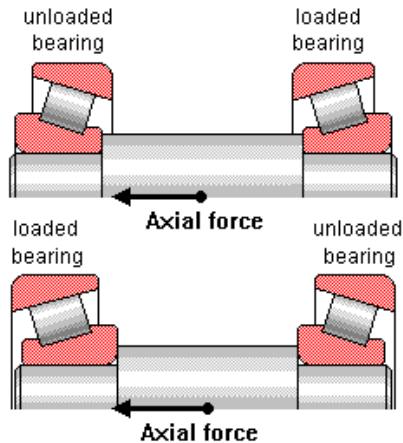

Рисунок 9 – Навантажений (loaded) і ненавантажений (unloaded) радіально-упорні підшипники
В АРМ Winbear радіально-упорні підшипники розглядаються встановленими в парі. Підшипник, навантаження якого збільшується під дією зовнішньої осьової сили, називається навантаженим. Підшипник, навантаження якого зменшується під дією зовнішньої осьової сили, називається ненавантаженим (рис. 9).
Радіальна сила на навантаженому опорі	Радіальна сила, що діє на навантажений підшипник (визначення навантаженого і ненавантаженого підшипників, рис. 9). Цей параметр використовується тільки для радіально-упорних підшипників. Одиниці виміру – ньютони (N).
Радіальна сила на ненавантаженому опорі	Радіальна сила, що діє на ненавантажений підшипник (визначення навантаженого й ненавантаженого підшипників, рис. 9). Цей параметр використовується тільки для радіально-упорних підшипників. Одиниці виміру – ньютони (N).